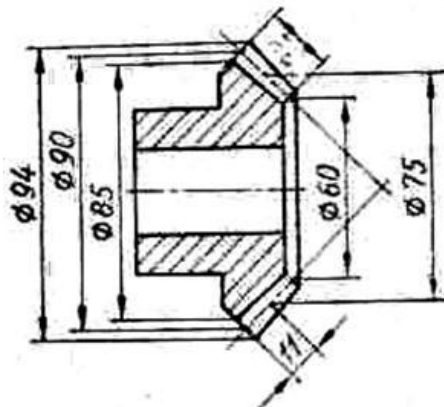

Рис. 9.
3.82. На рис. 9 изображена шестерня прямозубая коническая с числом зубьев $Z=30$.